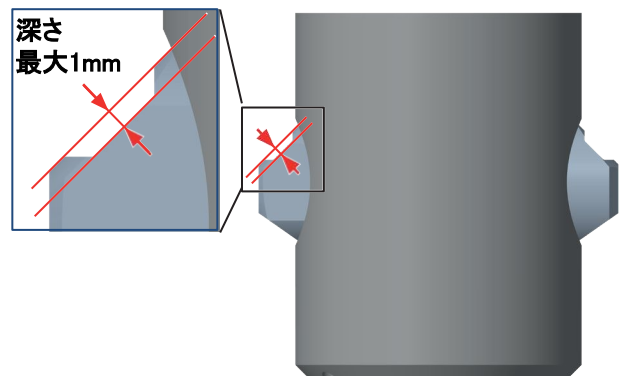

図13:最大摩耗深さ1 mm
- 図13は摩耗の例を示しています。摩耗の位置、長さ、および深さは使用状況によって異なる場合があります。